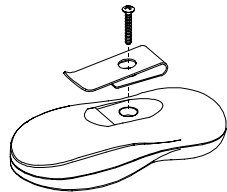

Abb.4. Installierung des Gürtelklipps
Jeder Handsender wird mit einem Gürtel-Klipp geliefert, der am Gerät befestigt werden kann (siehe Abb. 4).
**Hinweis:** Wird für den Einsatz der Gürtelklipp benötigt (liegt dem Gerät bei), positionieren Sie diesen wie in Abb. 4 dargestellt. Drehen Sie dann die Schraube durch das Loch im Gürtelklipp ein.